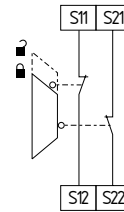

Abb. 7
**Zweikanalige Schutztürüberwachungs-Schaltung mit Verriegelungseinrichtung nach EN ISO 14119 (siehe Abb. 7)**